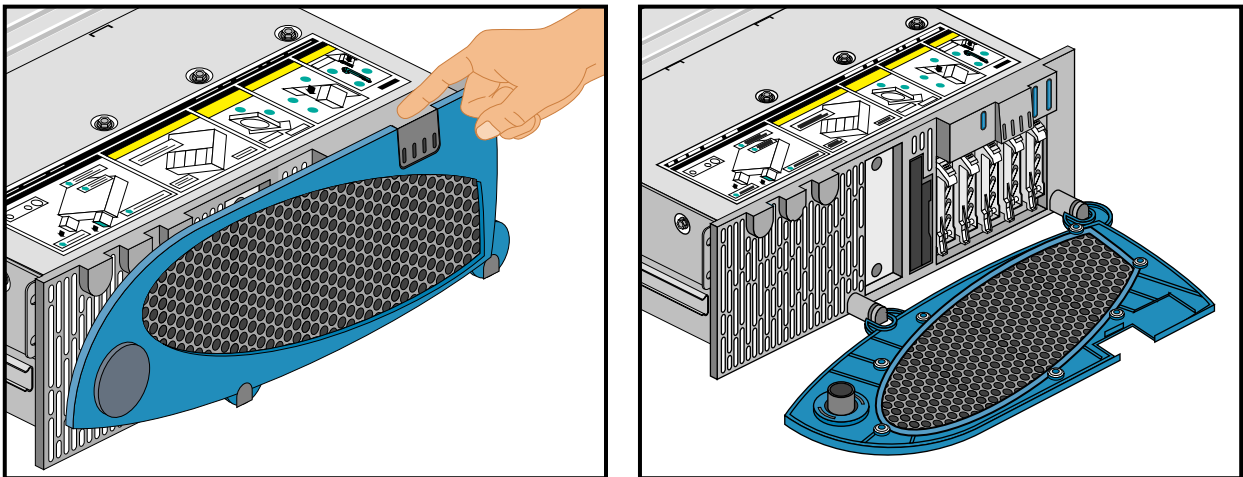

Abbildung 4-2 Öffnen der Abdeckklappe
1. Öffnen Sie die vordere Abdeckklappe, indem Sie am erhobenen Rand der Abdeckklappe ziehen und gleichzeitig auf die Verriegelung der Abdeckung drücken. In Abbildung 4-2 wird dieser Vorgang dargestellt.
1. Öffnen Sie die vordere Abdeckklappe, indem Sie am erhobenen Rand der Abdeckklappe ziehen und gleichzeitig auf die Verriegelung der Abdeckung drücken. In Abbildung 4-2 auf Seite 93 wird dieser Vorgang dargestellt.